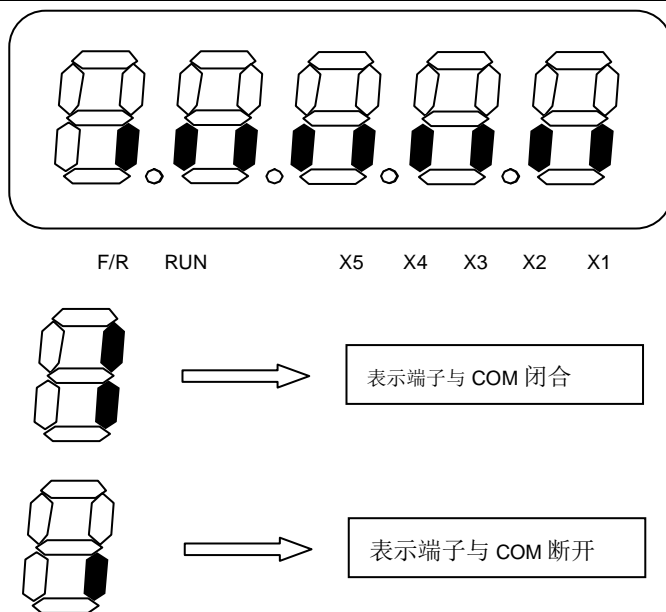

图 6-27 输入端子状态显示
- 显示变频器输入端子或输出端子的合、断状态。如图 6-27、6-28 所示。